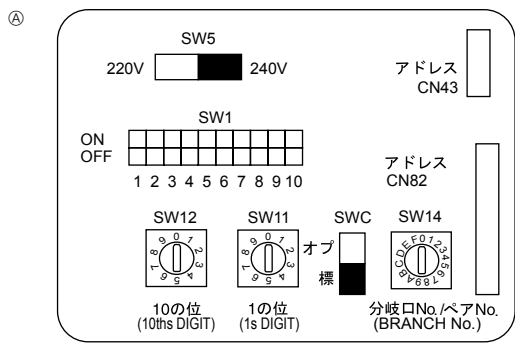

Fig. 7-4
7.5. Configuration des adresses (Fig. 7-4)
7.6. Détection de la température ambiante à l'aide du capteur intégré de la commande à distance (Fig. 7-4)